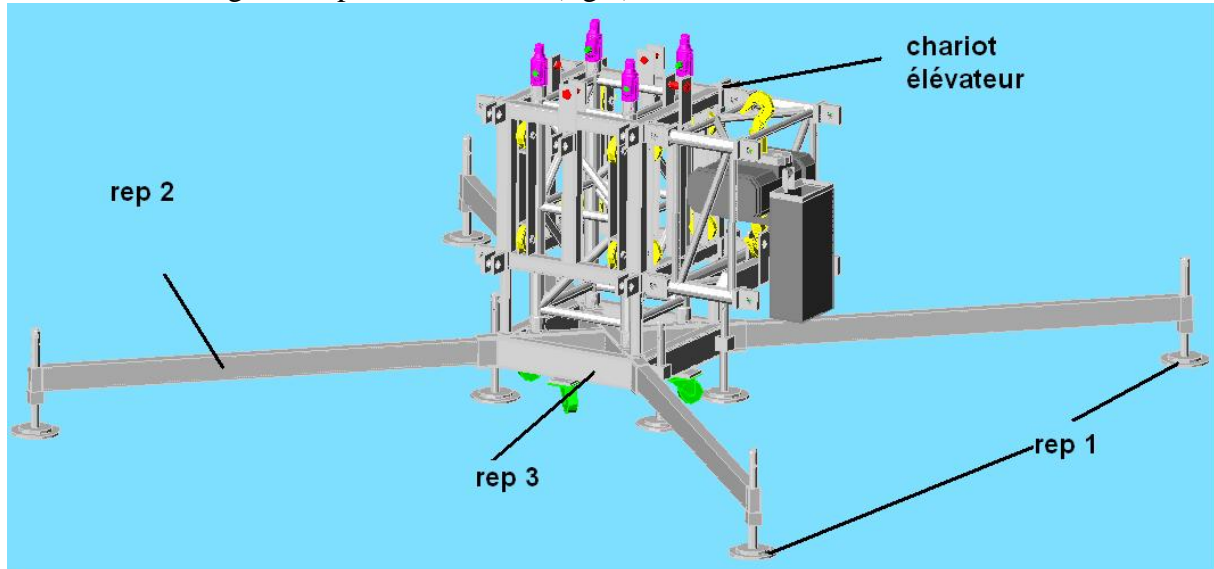

fig.1
- a) S'assurer que le sol soit suffisamment ferme et résistant afin d'éviter le poinçonnement provoqué par les coupelles (rep 1) situées à l'extrémité des pieds (rep 2) et sous le châssis (rep 3), (fig.1).
- b) Insérer les 4 pieds (rep 2) aux 4 angles du châssis (rep 3) dans les trous rectangulaires prévu à cet effet (fig.1).